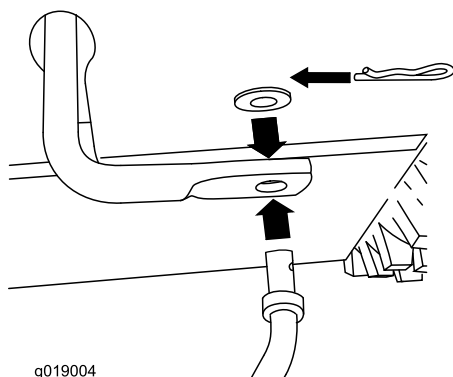

Figura 4
1. Inserite l'estremità inferiore dell'asta nel braccio articolato inferiore, in modo che l'estremità incurvata dell'asta di comando della velocità sia rivolta all'indietro (Figura 4).
2. Fissate l'estremità inferiore dell'asta di comando della velocità con una rondella piana e una coppiglia a forcina (Figura 4).